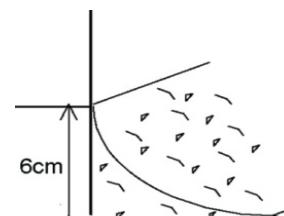

Abb. 4
6. Sandwall auf der Innenseite des Pools (Abb. 4)